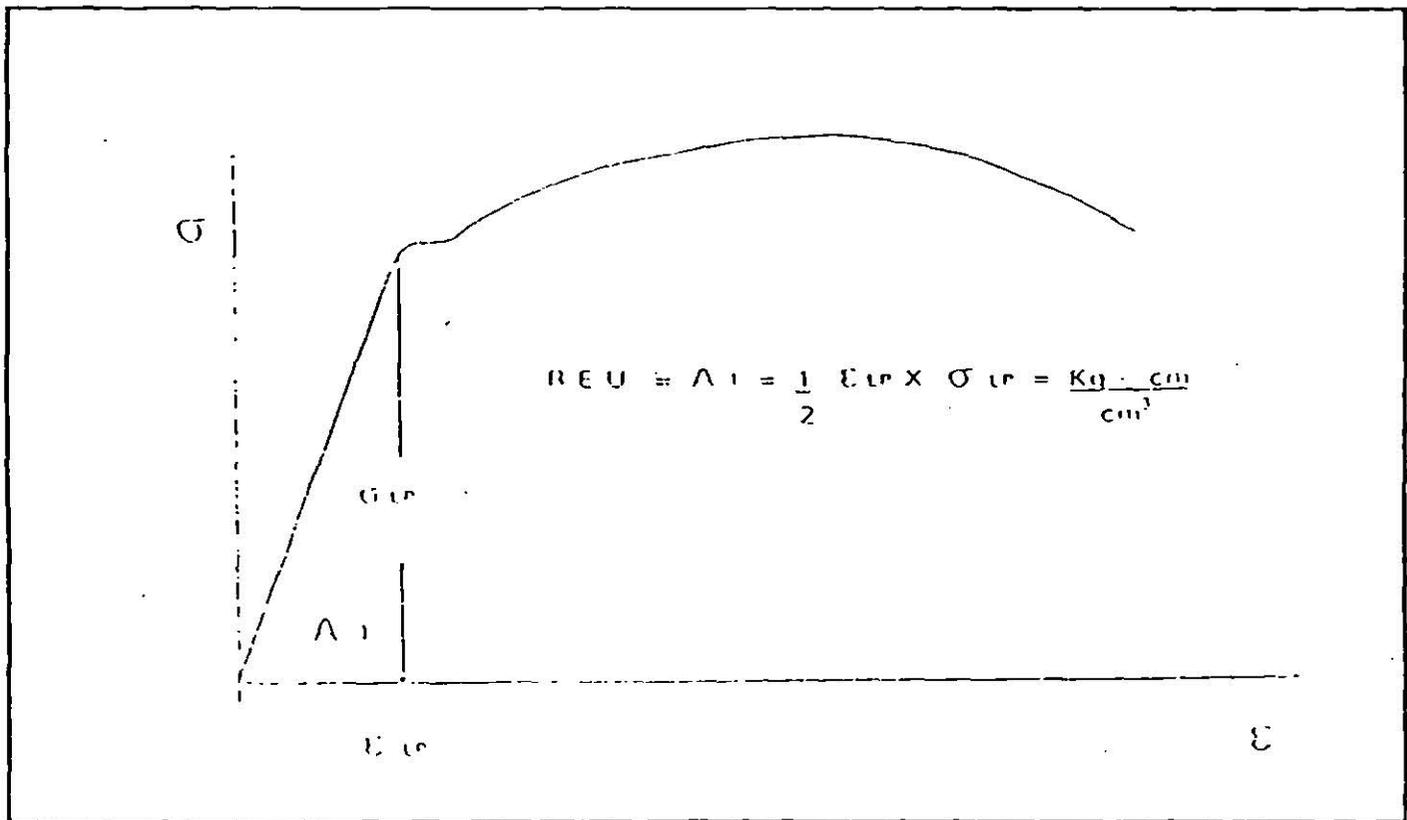

Figura 3.6
La resiliencia elástica unitaria (R.E.U.) o módulo de resiliencia: es la energía almacenada por unidad de volumen en límite elástico o proporcional; y representa el área (A) bajo la pendiente de la gráfica σ vs ϵ mostrada en la figura 3.6.